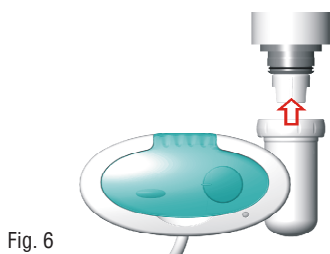

Fig. 6
3. Inserire il POSEIDONE nell'innesto della resistenza elettrica (Fig. 6) con una moderata pressione; se necessario ruotare il POSEIDONE fino a quando la guida contatti è allineata con l'innesto.